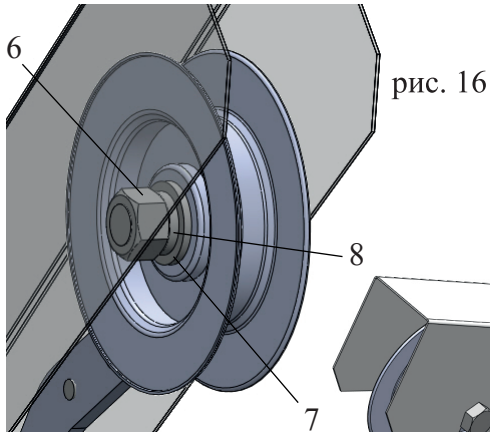

рис. 16
5.4 На болт М12 установить шайбы (7) и (8) и наживить гайку (6) (рис.16).